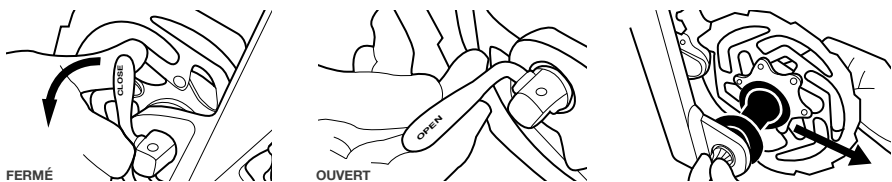

Figure 15. Ouverture de l'axe à blocage rapide
1. Ouvrez le levier de l'axe. Vous devez maintenant pouvoir lire l'inscription « OPEN » (« ouvert » en anglais) sur le levier comme sur la Figure 15.